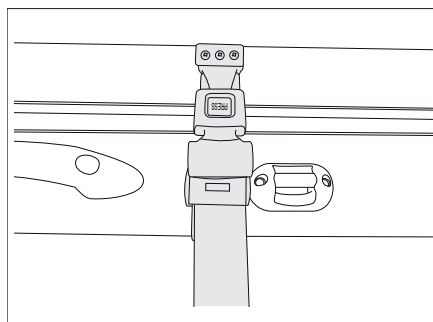

Fig. 153 Cinturón de seguridad
- Soltar el cinturón de retención (Fig. 153).
- Colocar el cinturón de retención (Fig. 153).